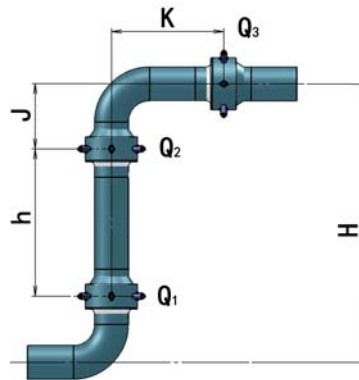

图 3-3 三球 Z 型布置图 1
3.3.2.2.1 Q₁、Q₂ 两个球型补偿器起管道补偿作用，Q₃ 球型补偿器起补偿管道横向位移的作用，因此在补偿器组补偿过程中管道始终是平行的，且无横向位移。见图 3-3 中两管道间距离 H 始终保持不变。